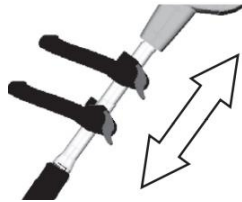

Рисунок 2
- Для змінення положення ручки необхідно відпустити гвинт і переставити ручку (рисунок 2)